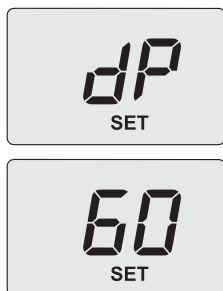

Figura 9.15
- Utilizzare i tasti 15 o 16, sul display LCD le lettere **dp** si alternano con il valore di temperatura dell'acqua di riscaldamento (es. **60**) e compare la scritta "**SET**", indicanti l'entrata nell'attivazione della "funzione spazzacamino" alla potenza massima in sanitario (Figura 9.15);